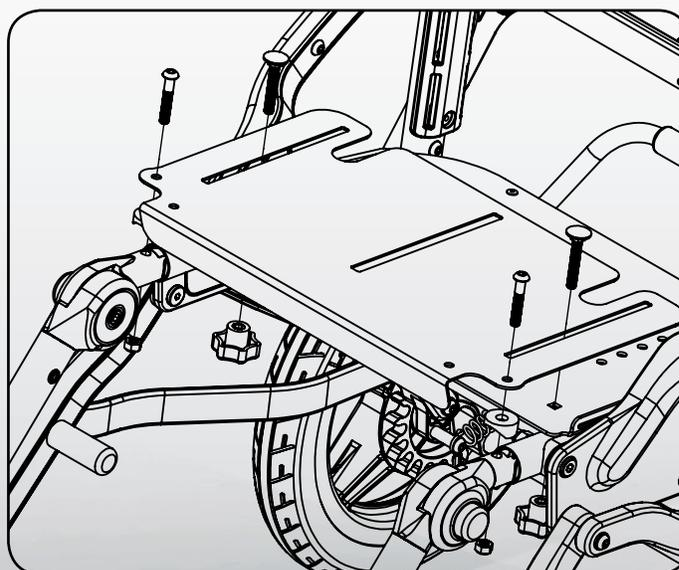

Figure 26
6. Réinstallez la base du siège comme décrit à la figure 26.